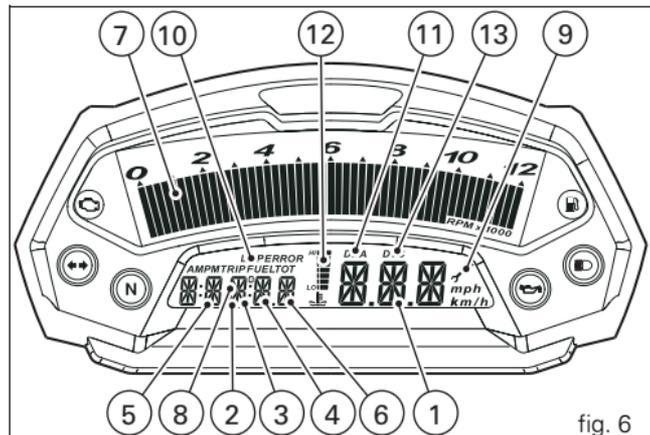

fig. 6
9) **Indicateur d'entretien préventif** (fig. 6).
10) **Fonction LAP** (fig. 6).
11) **Fonction DDA** (fig. 6).
12) **Indicateur de température d'huile moteur** (fig. 6).
13) **Contrôle traction (DTC)** (fig. 6).